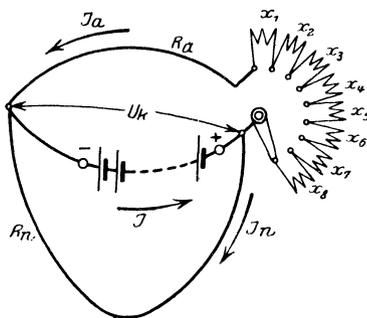

Abb. 97. Nebenschlußmotor mit Anlasser.
Der Nebenschlußmotor darf nur mit einem Anlaßwiderstand, der vor dem Anker liegt, angelassen werden (Abb. 97, S. 135). Die Größe des Anlaßwiderstandes folgt aus der Gleichung
wo n die Anzahl der Stufen (8 in Abb. 97) bezeichnet.
Für die einzelnen Stufen der Abb. 97 gelten die Formeln
* Aus der Abb. 97 erkennt man, daß J_n , also auch Φ_0 , unabhängig ist von der Stellung der Anlasserkurbel. Ist aber Φ_0 konstant, so zeigt die Formel 67, daß auch der Ankerstrom derselbe bleibt, wenn das Drehmoment Pr konstant ist, was vorausgesetzt werden soll. Ist in Abb. 97 nur der Widerstand x_1 eingeschaltet, so durchfließt der Ankerstrom J_a die Widerstände x_1 und R_a , in denen die Spannung $J_a (R_a + x_1)$ verloren geht, so daß die elektromotorische Gegenkraft des Ankers ist